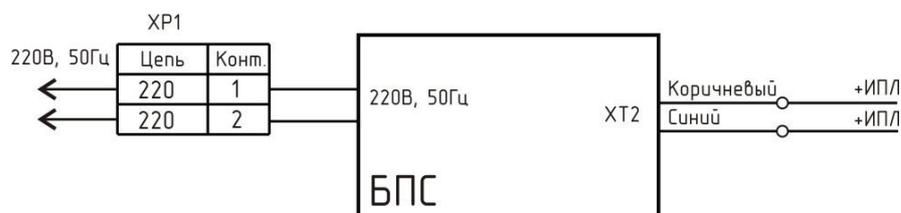

Рисунок 5 - Электрическая принципиальная схема подключения БПС
2) Выводы линии ИПЛ подключить, соблюдая полярность, к клеммам соединителя тройниковой коробки. При наличии воздушных участков ИПЛ подключить к выходу БПС блок грозозащиты ГР-1Д, который обязательно должен быть заземлен. Максимальная длина кабеля связи между БПС и ГР-1Д должна быть не более 3 м. БПС может быть подключен в любом месте к информационно-питающей линии системы с учетом полярности (рисунок 5).